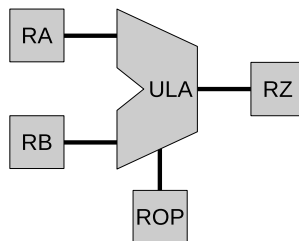

Figura 5: Diagrama da ULA.
- Ligue as entradas da ULA aos registradores RA, RB e ROP e a saída a RZ, conforme o diagrama da figura 5;